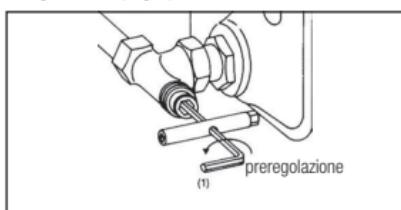

Fig.4 Preregolazione del detentore a servizio del radiatore
3. Ora preregolare l'otturatore conico con una chiave esagonale CH 6 (6mm) (1) ruotando in senso antiorario a seconda del numero di giri selezionati sul dia-gramma (Fig.4).